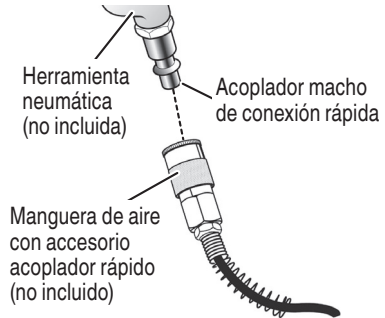

Fig. 14
- Conecte las herramientas neumáticas a la manguera de aire introduciendo el acoplador macho de conexión rápida en el acoplador rápido del extremo de la manguera (Fig. 14).